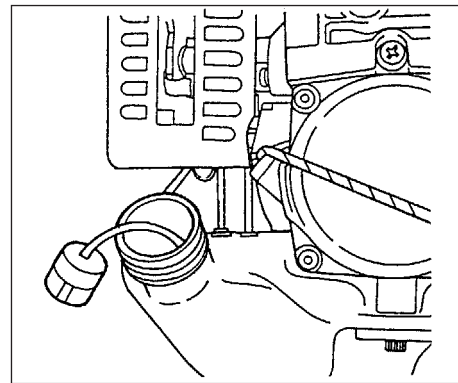

Рис. 3-2B
**Топливный фильтр (Рис. 3-2B)**